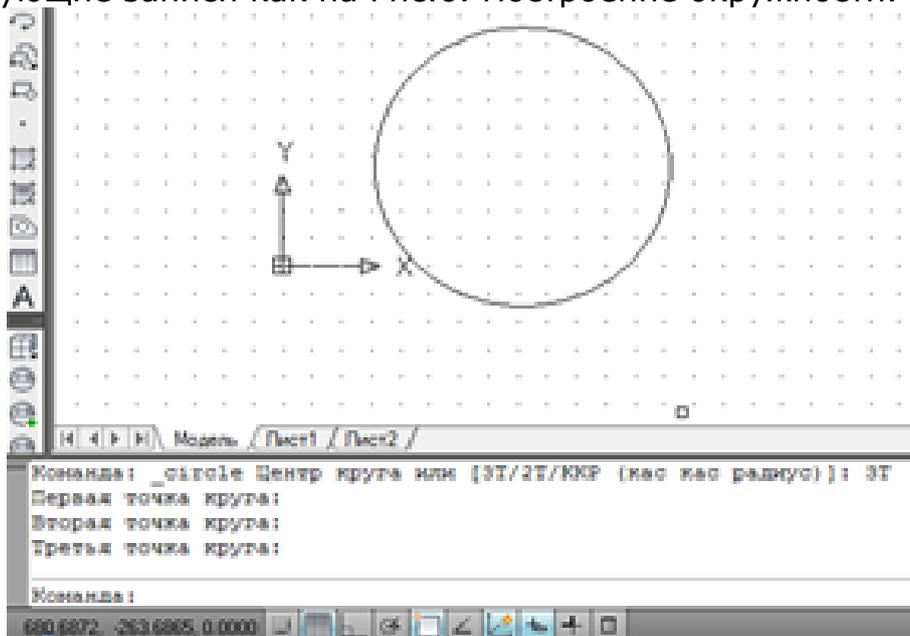

Рис.6. Построение окружности
7. На экране появится окружность, а в командной строке появятся следующие записи как на Рис.6. Построение окружности.